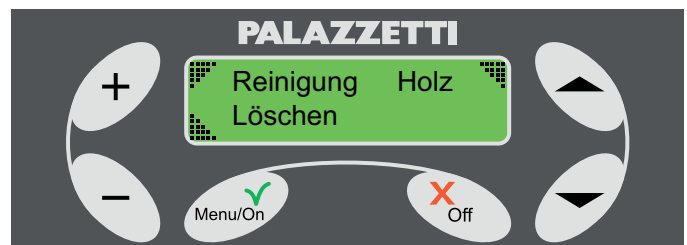

Fig. 1.3.6
Es kann in jedem Fall ein sofortiger Wechsel des Brennstoffs vorgenommen werden, ohne die Phase START abzuwarten, in dem man für mindestens drei Sekunden die Taste Off drückt. Es erscheint ein Menü mit mehrfachen Wahlmöglichkeiten (Abb. 1.3.6). Drückt man innerhalb 20 Sekunden die Taste "▲" gelangt man direkt in den Zustand HOLZ, andernfalls geht der Heizkamin zur Startphase zurück.
- 5) Wird die Taste Off für mindestens 3 Sekunden gedrückt, gelangt man in das Menü der (Abb. 1.3.6), in dem die Anzeige des Zustandes HOLZ gewählt werden kann (durch Drücken der Taste "▲").